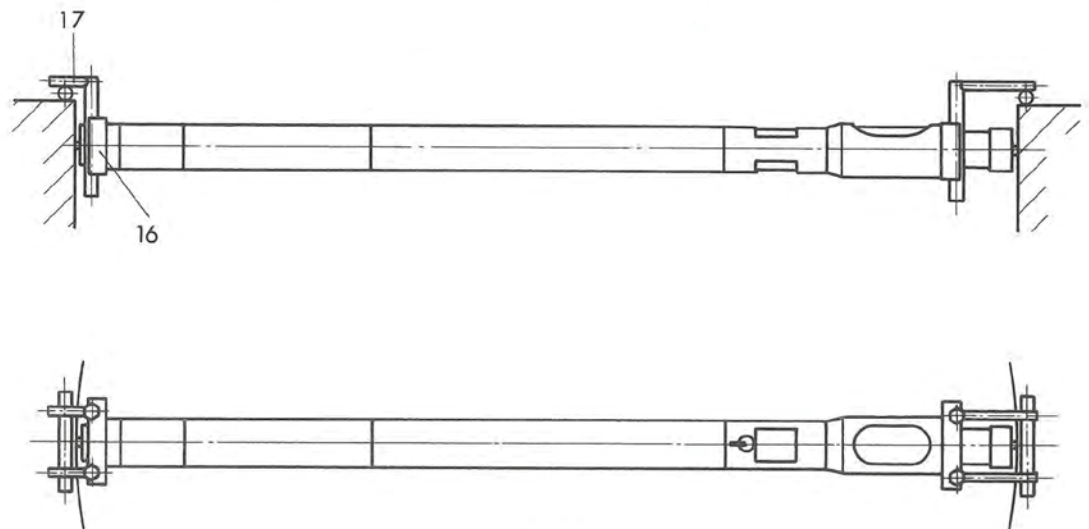

Fig. 13.
- Monter les brides de fixation (16) puis les équerres (17).
- Régler les équerres de telle façon que l'UNIMASTER se trouve en position de mesure optimale (Fig. 13).